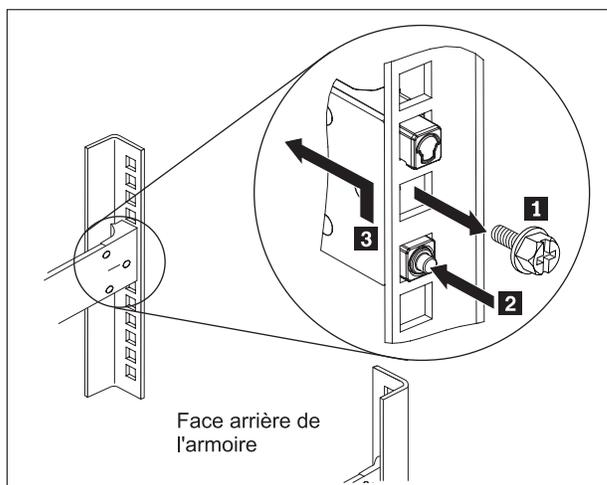

Figure 22. Levage de l'arrière du dispositif pour la dégager de la glissière
3. Retirez l'arrière des glissières comme illustré par la figure 22. Insérez les broches **1** et **2** et poussez la glissière vers l'arrière **3** pour désengager les glissières de l'arrière de l'armoire.